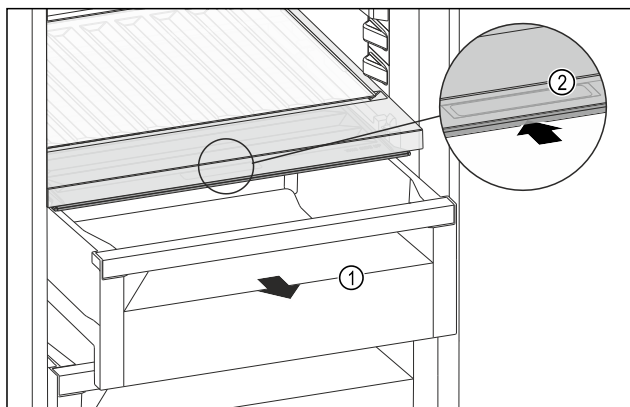

Fig. 222
- Estrarre il cassetto Fig. 222 (1).
- Afferrare la maniglia incassata Fig. 222 (2) sul coperchio dello scomparto e spingere allo stesso tempo all'indietro il coperchio dello scomparto.